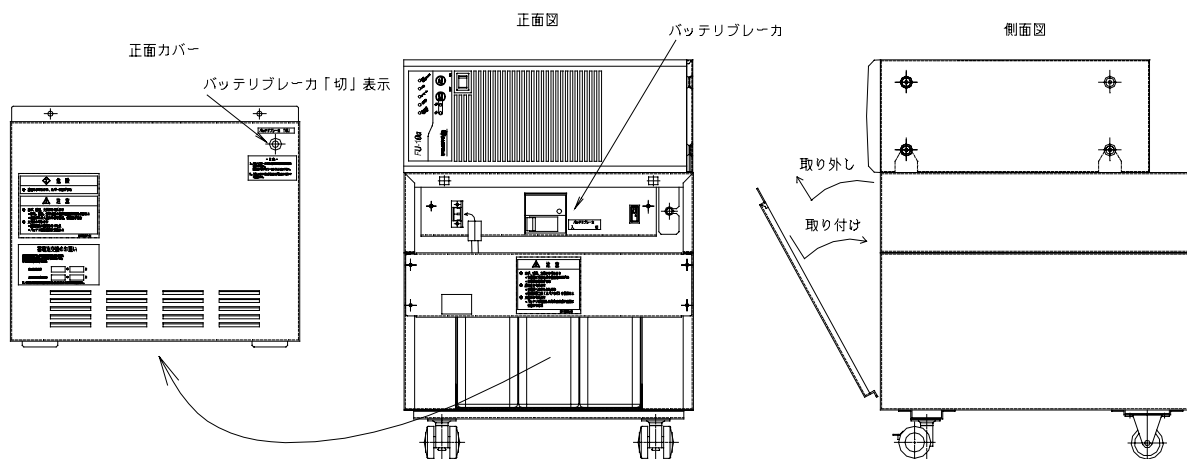

図1 正面カバーの取り外し、取り付け方法及びバッテリー盤内
(1) バッテリー盤の正面カバーを外します（正面カバーは、上部2ヶ所のネジを反時計周りにマイナスドライバーで90度まわして外してください）。バッテリー盤のバッテリーブレーカが「切」となっていることを確認してください。（図1参照）
(2) バッテリー盤～UPS本体間の配線の確認
(1) UPSを運転する時は、正面カバーを外し、盤内上部のバッテリーブレーカを「入」としてください。「入」としたら、正面カバーを取り付けてください。取り外し、取り付け方法は、図1を参照してください。